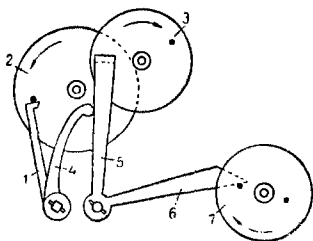

Рис. 52. Схема механізму бою.
На рис. 52 схематично показані два колеса 2 і 3 та деталі механізму бою. Штифт пускового колеса 2 лежить на важелі замикання 1, хвилинний триб 7, обертаючись вліво, піднімає штифтом підйомник 6, що за допомогою коліна 4 відводить вліво важіль замикання 1. Як тільки останній звільнить штифт колеса 2, колісний механізм прийде в дію, але відразу ж зупиниться, тому що штифт другого колеса 3 буде затриманий важелем відмикання 5. Підготовка до бою на цьому закінчується.
Пускове колесо 2, після того як молоток вдарить останній раз, повинно ще пробігти приблизно  $\frac{1}{8}$  оберта до того моменту, коли його штифт упреться у важіль замикання 1. Штифт колеса 3 (рис. 52), коли механізм бою вже замкнений, повинен знаходитися від важеля вимикання 5 приблизно на півоберта.
**Правило.** Пускові колеса 2, 3 і коліно молотка бою повинні бути встановлені в положення, показані на рис. 52, 53.